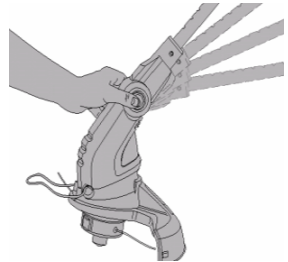

Рисунок 8
Для зміни положення різальної головки натисніть на кнопку (5), встановіть головку в необхідне положення і відпустіть кнопку (рисунок 8). Переконайтеся, що обране положення зафіксоване.